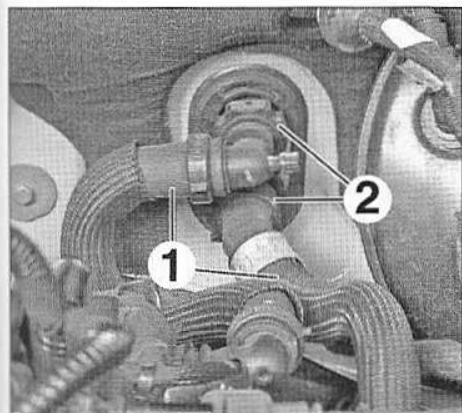
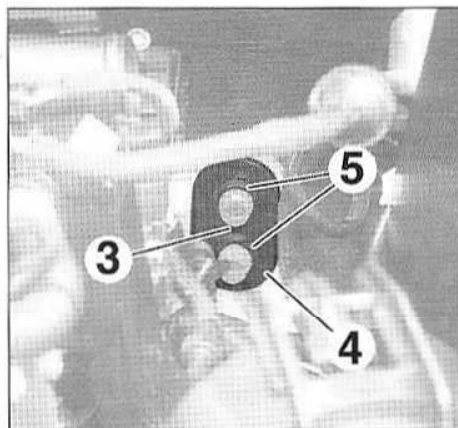

FIG.13
FIG.16
- Placer des pince-durits sur les durits (1) (Fig.13).
- Défaire les agrafes de verrouillage (2) puis désaccoupler les durits (1).
- Déposer (Fig.16) :
- la vis (3),
- la plaque (4),
- les joints (5).